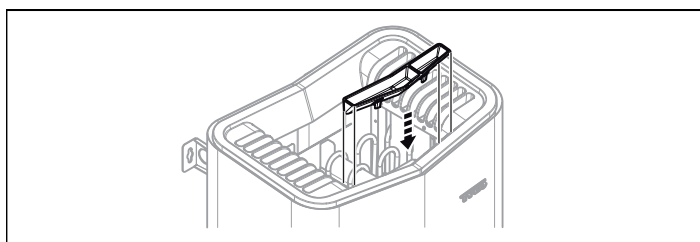

Fig 12: Montering av doftbehållare/luftfuktare
10. Montera örtskål/luftfuktare (se Fig 12).